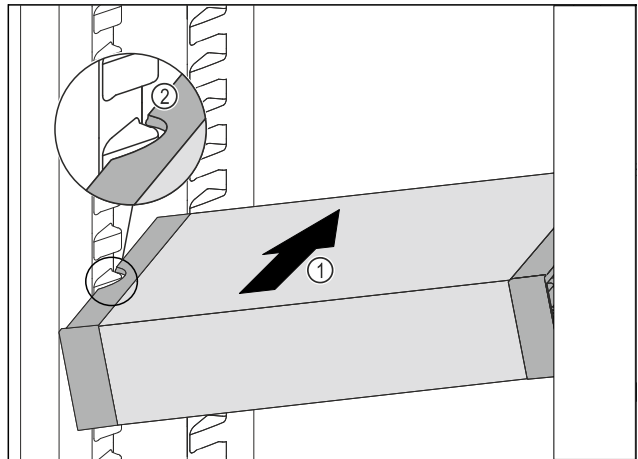

Fig. 90
- VarioSafe schräg in das Kühlteil einschieben Fig. 90 (1), bis sich die seitlichen Aussparungen Fig. 90 (2) des VarioSafes auf Höhe der Behälterterippe im Kühlteil befinden.